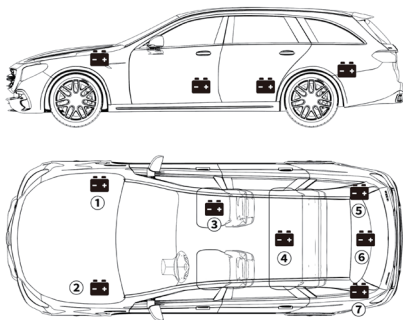

Figure 3.1.1
- 1) La plupart des modèles de véhicules placent la batterie dans le compartiment moteur, sous le capot, dans l'un des coins avant. Voir l'emplacement de la batterie ① et ② dans la figure 3.1.1.
- 2) Pour équilibrer la répartition inégale du poids, certains constructeurs placent la batterie dans le coffre. Voir l'emplacement de la batterie ⑤, ⑥, et ⑦ dans la figure 3.1.1. Dans ce cas, la batterie peut avoir un couvercle en plastique qui doit être retiré avant tout essai.
- 3) Pour certains modèles, la batterie peut être rangée sous le siège arrière. Voir l'emplacement de la batterie ④ dans la figure 3.1.1.
- 4) Pour d'autres véhicules, la batterie sera située sous le siège du passager. Voir l'emplacement de la batterie ③ dans la figure 3.1.1.